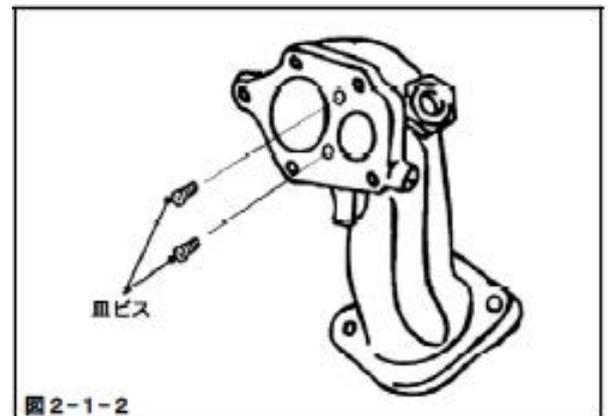

図 2-1-2
- (1) 皿ビスを取付けてください。(図 2-1-2) (P20×4)